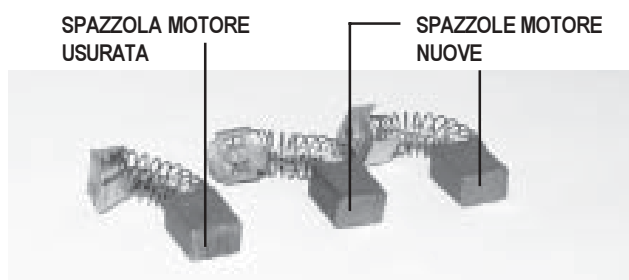

Figura 28. Spazzole motore
4. Controllarne lo stato di usura. Si veda figura 28.